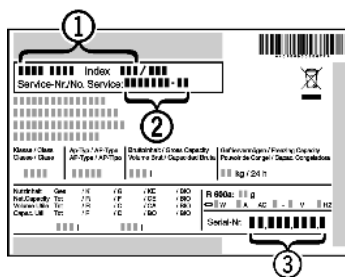

Fig. 33
- ▶ Apparaataanduiding Fig. 33 (1), servicenummer Fig. 33 (2) en serienummer Fig. 33 (3) van het typeplaatje aflezen. Het typeplaatje bevindt zich aan de binnenkant van het apparaat.